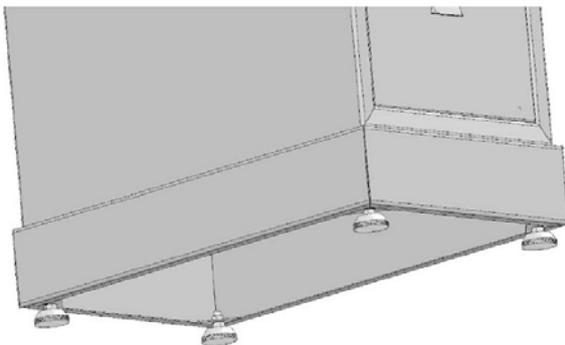

Abb. 6: Gummifüße einsetzen
Schritt 2: Setzen Sie die 4 Gummifüße (Abb.6) in die Bohrungen unterhalb der Maschine ein.